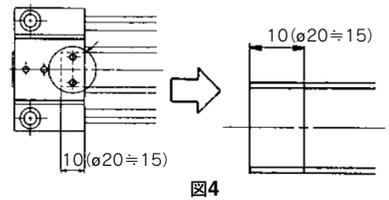

図4
- a. 交換用ダストシールバンドは、ステンレス表面に付いている注1)マスキングテープ(黒色)をはがし、あらかじめベルトの両端に図4のようにマーキングをした上、全体に注2)グリスを塗布します。